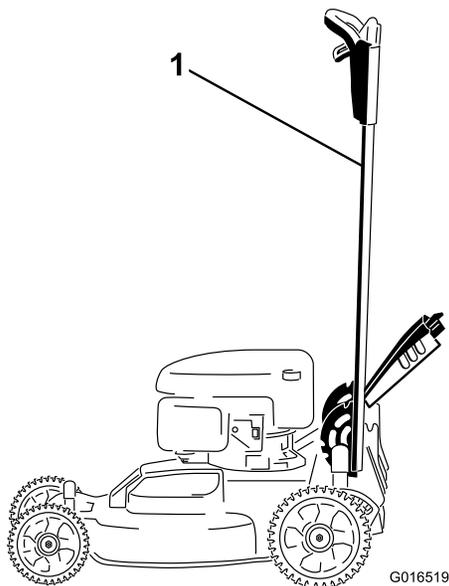

Рисунок 40
1. Зафиксируйте рукоятку в вертикальном положении (Рисунок 40); см. Регулировка высоты рукоятки (страница 13).